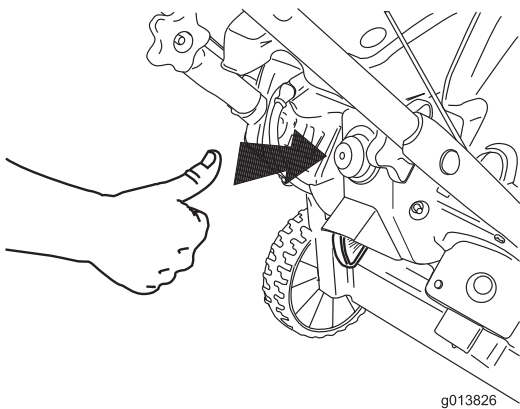

Figure 17
- 3. Appuyez fermement sur l'amorceur avec le pouce comme indiqué dans le tableau ci-dessous, en marquant une pause d'une seconde chaque fois (Figure 17).